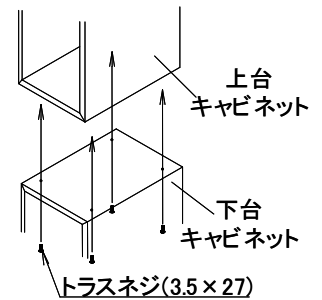

図12-3
- ④下台キャビネットに上台キャビネットをのせ、下台キャビネットの天板に加工した下穴からネジ(トラスネジ3.5×27)で連結してください。(図12-3)